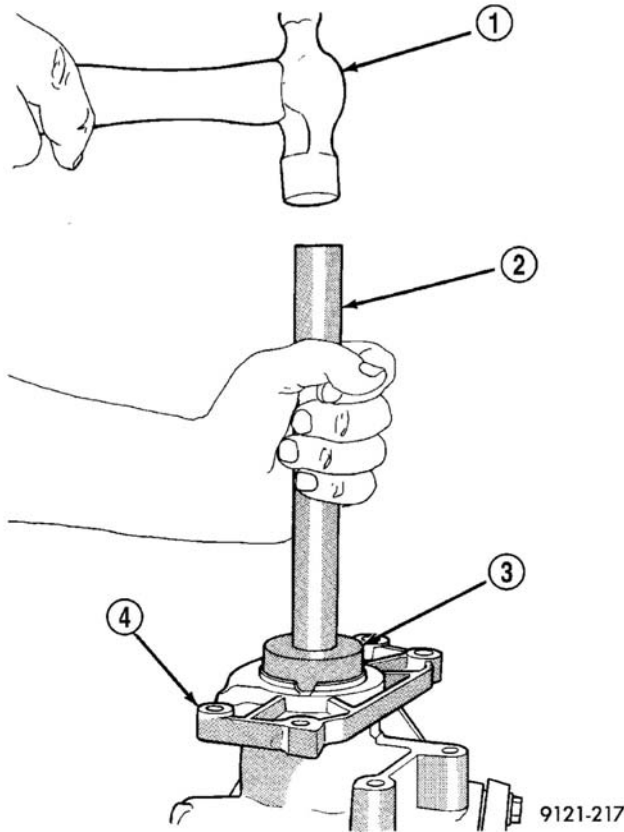

图 47 安装油封
- (1) 清洗并检查油封部位。
- (2) 将壳体放在工作台上并用 C-4657 油封驱动器及 C-4171 型手把安装新油封（图 47）。将弹簧面对着环齿轮，将油封推进直到底部接触壳体凸肩部。
- (3) 安装输入轴。